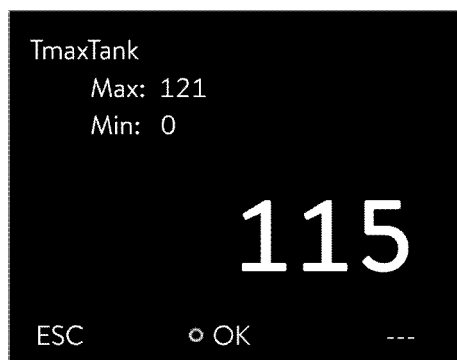

Fig. 35: Saisir la nouvelle valeur TmaxRéservoir
- ▶ La fenêtre de saisie (Fig. 35) s'ouvre. Le curseur sous la valeur T_{max} ou $T_{maxRéservoir}$ clignote.